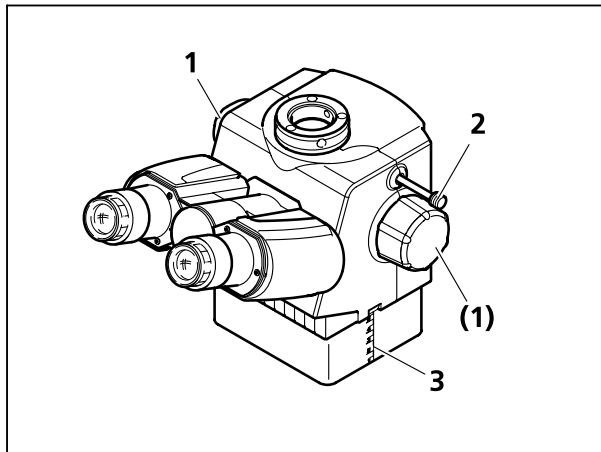
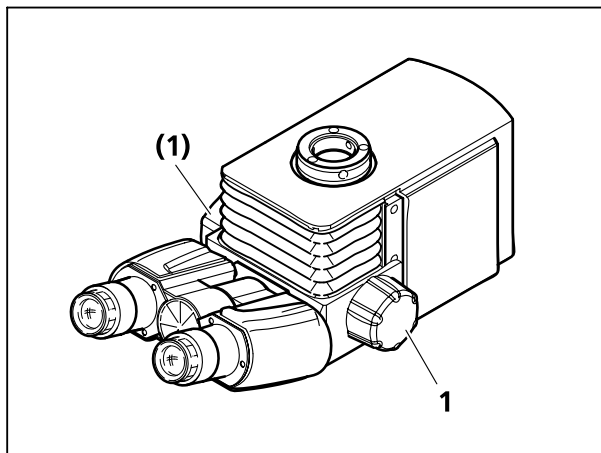

Bild 2-12 Binokularer Ergofototubus 20°/23 mit Höhenverstellung
Bild 2-13 Binokularer Ergofototubus 15°/23, ausziehbar, mit Höhenverstellung
- Die stufenlose Höhenverstellung der erfolgt über Betätigung der Drehgriffe (Bild 2-12/**1** und Bild 2-13/**1**).
- Der Verstellweg kann beim Ergofototubus 20°/23 an der seitlichen Skala abgelesen werden (Bild 2-12/**3**).
- Schubstange (Bild 2-12/**2**) eingeschoben: 100 % zu den Okularen.
- Schubstange (Bild 2-12/**2**) herausgezogen: 100 % zum Fotoausgang.
Der **Ergofototubus 15°/23** (Bild 2-13) ist nur mit aufrechtem Bild und mit fester Teilung (50:50) erhältlich.